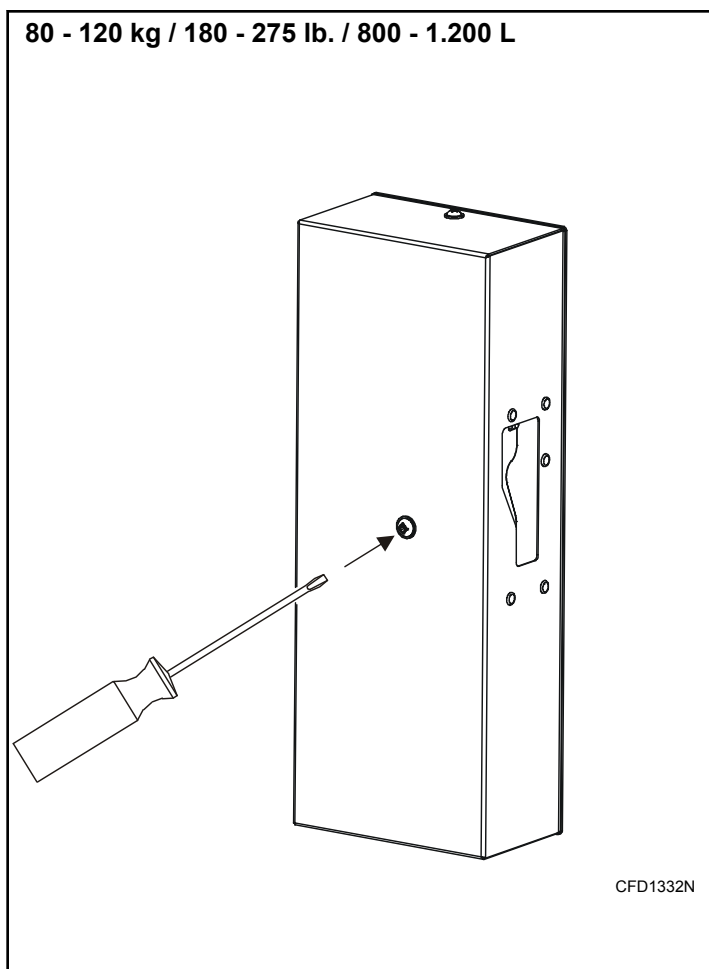

Figura 74
3. Nos modelos de 80 - 120 kg / 180 - 275 lb. / 800 - 1.200 L, desaperte o parafuso da tampa do trinco. Introduza uma chave de parafusos no orifício da tampa do trinco e pressione ligeiramente. Consulte *Figura 74*.